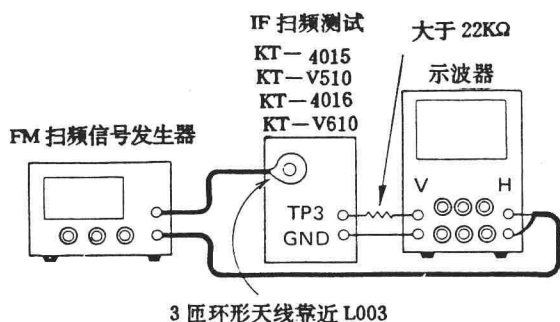

图1-12
- (1) 把选择开关扳至 FM 位置，接通扫频信号发生器和示波器电源，预热 15 分钟。
- (2) 见图 1-12 所示，把扫频信号发生器的射频 RF 扫频信号的输出经环形天线传送给接收机。